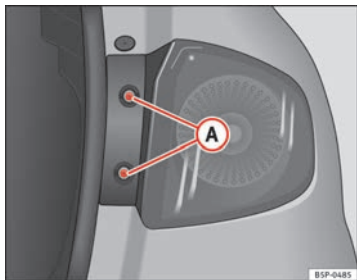

Abb. 191 Standlicht /
- Drehen Sie die Schrauben ⇒ Abb. 191 **A** heraus.